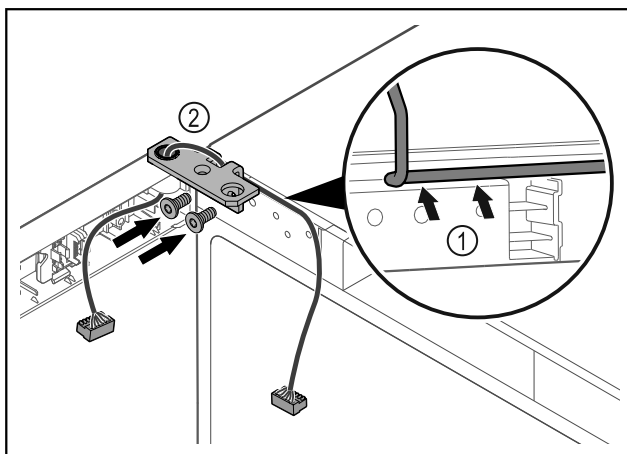

Fig. 57
- ▶ Dirijați cablul prin degajarea colțarului balamalei și dispuneți-l cu precauție Fig. 57 (1).
- ▶ Înșurubați Fig. 57 (2) colțarul balamalei.